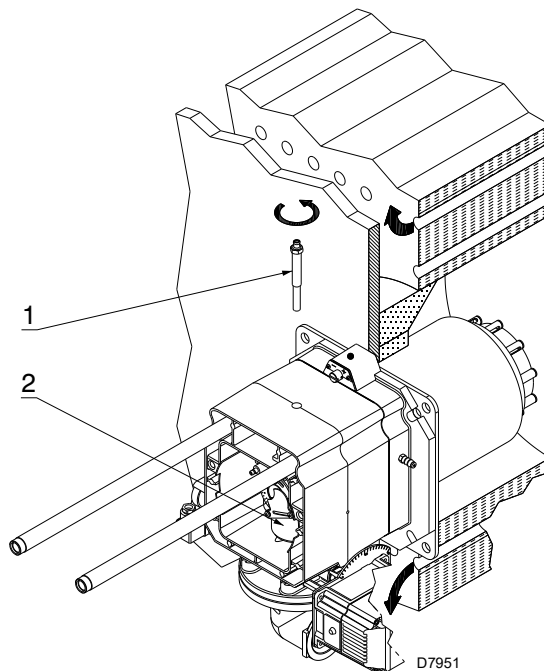

Рис. 15
- отвернуть винт 1)(Рис. 15)
- вынуть внутреннюю часть 2)(Рис. 15) головки и выполнить их настройку.
На этом этапе монтажа головка горения закрепляется на котле, как показано на Рис. 15. Это значительно упрощает ее регулировку, которая зависит только от максимальной мощности горелки.